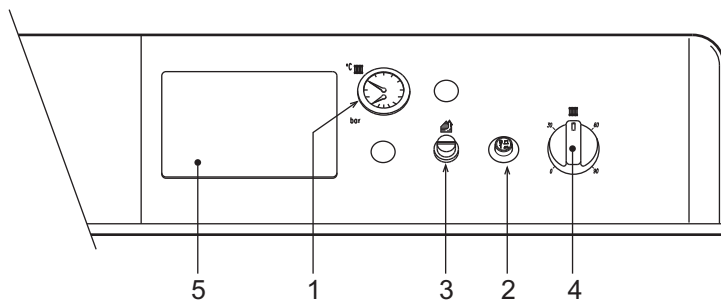

рис. 1 - Панель управления
- Установить кнопку включения "2" (рис. 1) в положение OFF (Выкл).
- Поместите термостат регулировки котла (поз. 4 - рис. 1) на минимальное значение.
- Поместите термостат регулировки котла (поз. 4 - рис. 1) на требуемое температурное значение (не менее 50°).
Если повернуть термостат регулировки котла 4 (рис. 1) по часовой стрелке, температура воды в системе отопления повышается, и наоборот, против часовой стрелки - уменьшается. Температуру воды в системе отопления можно регулировать в пределах от 30° до 90°. Однако не рекомендуется эксплуатировать котел при температуре ниже 45°.
Задайте с помощью комнатного термостата нужную температуру внутри помещения. По команде от комнатного термостата котел нагревает воду в системе отопления до температуры, заданной с помощью термостата регулировки котла 4 (рис. 1). При достижении в помещении желаемой температуры котел выключается.
При заполнении холодной системы отопления, давление воды, контролируемое по показанию установленного на котле термометра (поз. 1 - рис. 1), должна составлять примерно 1,0 бар. Если во время работы давление воды в системе упало (из-за испарения растворенных в воде газов) до величины ниже вышеуказанного минимума, пользователь должен открыть кран подачи воды и довести давление до первоначального значения. По окончании операции всегда закрывайте кран подачи воды.
Блокировка котла вследствие недостаточного удаления продуктов сгорания	Откройте крышку термостата дымовых газов (поз. 3 - рис. 1) и нажмите на кнопку под ним. В случае повторяющихся блокировок котла обратитесь в ближайший сервисный центр